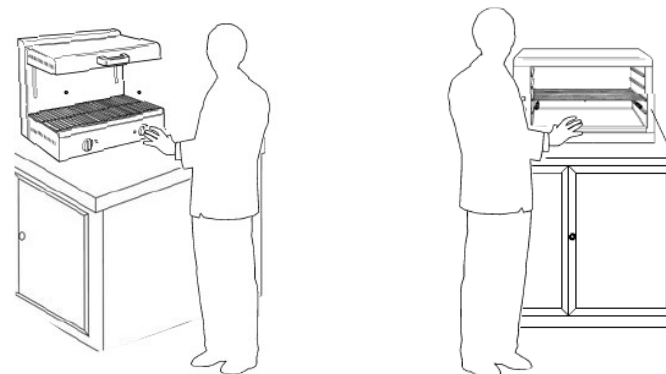

Рис. 10 - Правильное положение при работе с оборудованием
Для грилей Salamandra с подвижной поверхностью в первый раз необходимо ослабить винт, расположенный на задней части (см. Рис. 10), который фиксирует **балансир** аппарата.
- 1 Расположитесь правильно, чтобы избежать несчастных случаев (см. Рис. 10): корпус должен быть перпендикулярен рабочему столу; руки не должны давить на машину. **Однако не опирайтесь на машину и избегайте положений, при которых части вашего тела могут соприкоснуться с аппаратом.**